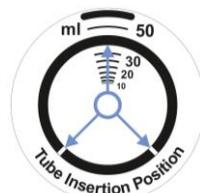

Figura 3. Colocación del tubo
- Alinee los puntos del sensor con las líneas indicadoras del zócalo (figura 3);
- La colocación del tubo en el casquillo debe ser la siguiente: La marca de los volúmenes del tubo TPP debe estar entre y opuesta a las dos marcas del rotor (figura 3); esta posición permite que la luz del láser se transmita sin interrupción por las diferentes marcas que se presentan en la superficie exterior de los tubos y permite que las ópticas de pH y O₂ estén en el mismo eje que el punto del sensor.